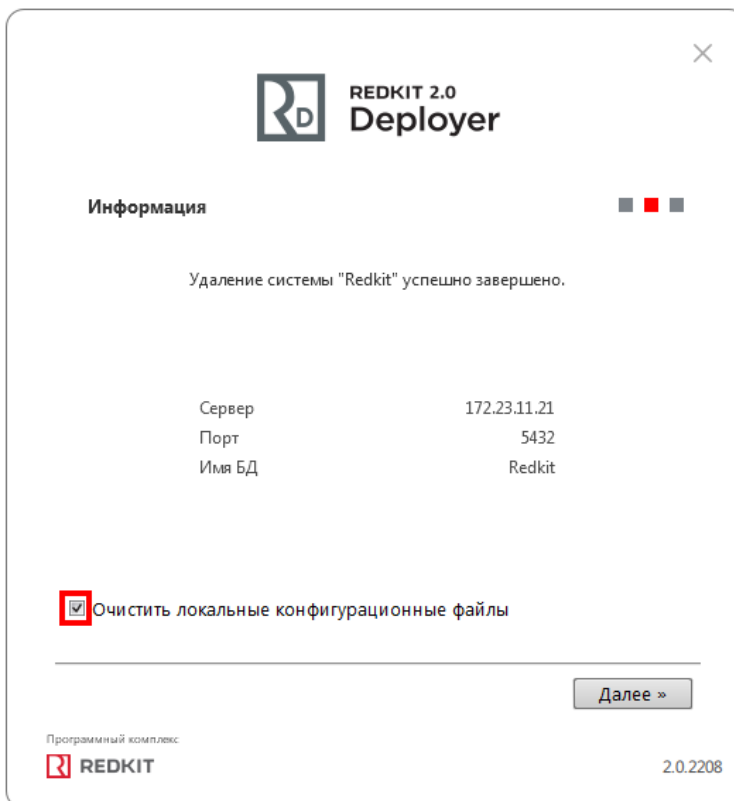

Рисунок 406 - Очистка конфигурационных файлов
4. Если реквизиты указаны верно, появится окно с информацией об успешном удалении системы. При необходимости отметьте очистку конфигурационных файлов (Рисунок 406). Нажмите **Далее**.